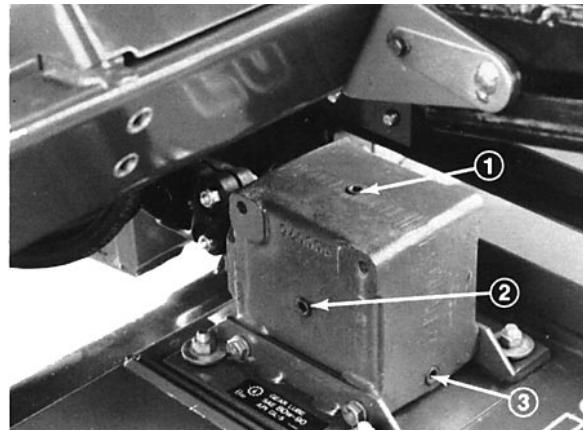

Bild 2
2. Die Prüfschraube aus der Seite des Getriebes entfernen und sicherstellen, daß der Ölstand die Unterseite des Lochs erreicht (Bild 2). Bei niedrigem Ölstand die Füllschraube aus der Oberseite des Getriebes entfernen und genug Öl nachfüllen, bis der Ölstand die Unterseite des seitlichen Lochs erreicht.